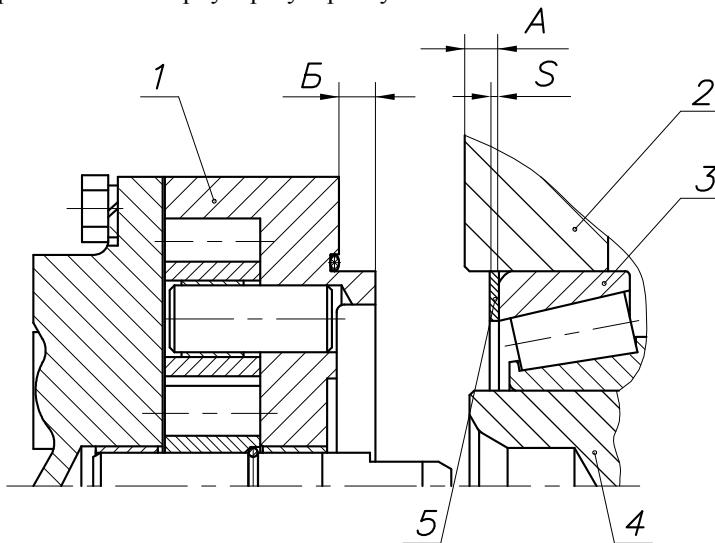

Рис.115:
5.1. Установить в расточку картера коробки передач наружное кольцо переднего подшипника промежуточного вала, после чего замерить абсолютную величину размера А (между торцами картера и наружным кольцом подшипника) рис. 115. При этом, наружное кольцо заднего подшипника промежуточного вала должно быть плотно (под усилием собственного веса вала) прижато к торцу проставки демультиплексатора, а наружное кольцо переднего подшипника - к роликам. Перед замером промежуточный вал провернуть не менее пяти оборотов.